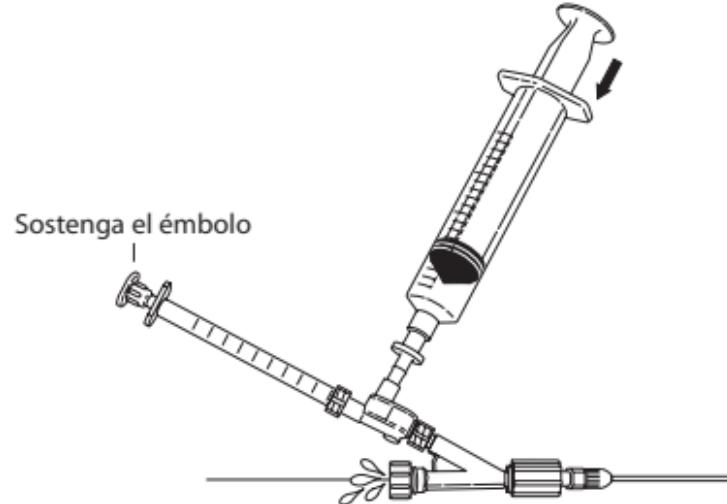

Fig. 6
- Purge todas las burbujas de aire restantes. Para ello, mantenga fijo el émbolo de la jeringa de 1 mL y presione lentamente la jeringa de 20 mL para forzar la salida de las burbujas de aire restantes. Una vez eliminado todo el aire del sistema, apriete la válvula Tuohy-Borst alrededor de la punta oclusora. (**Fig. 6**)